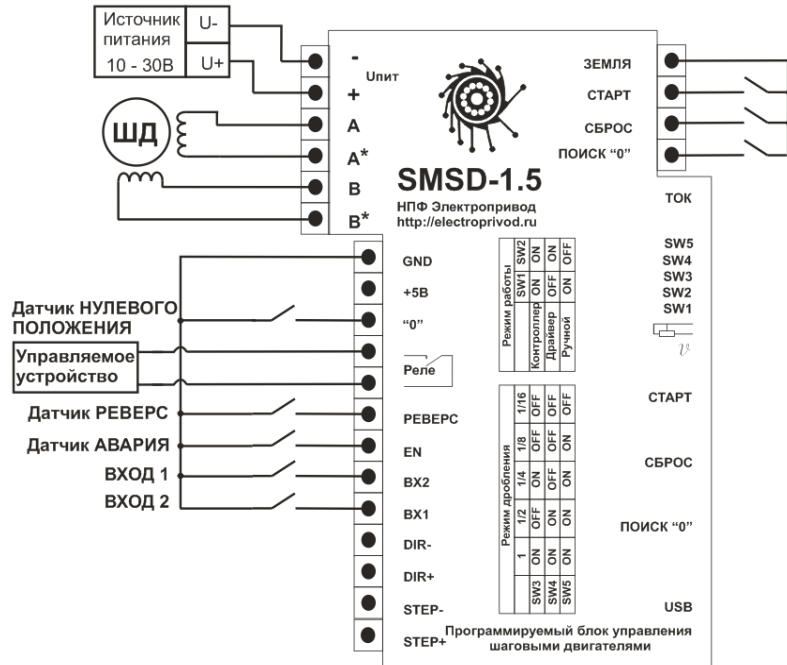

Рис.2. Схема-пример подключения блока в режиме контроллера.
1. Выполните соединение блока с ШД, датчиками и источником питания согласно схемам рис.2 – 5.
Пример подключения к датчику приведен на рис.5. Схемы подключения блока в различных режимах работы приведены на Рис. 2 - 4.